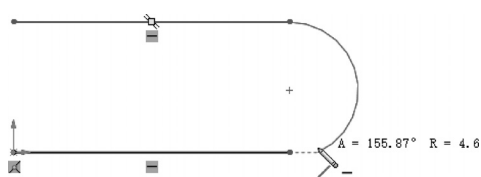

图 7-5 切线弧预览
**05** 切线弧预览。将光标移回到该端点，当光标形状变为时，将其移开，屏幕上预览显示将生成一条切线弧，如图 7-5 所示。